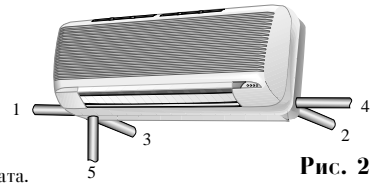

Рис. 2
- Трубки для хладагента могут быть выведены в любом из пяти различных направлений (см. рис. 2).
- Если вы выбрали направления трубок 2 или 3 (рис. 2), в стене необходимо просверлить отверстие, как показано на рис. 4.
- Если вы выбрали направления трубок 1, 4 или 5 (рис. 2), небольшой ножовкой аккуратно срежьте соответствующую пластиковую крышку на наружной панели агрегата.